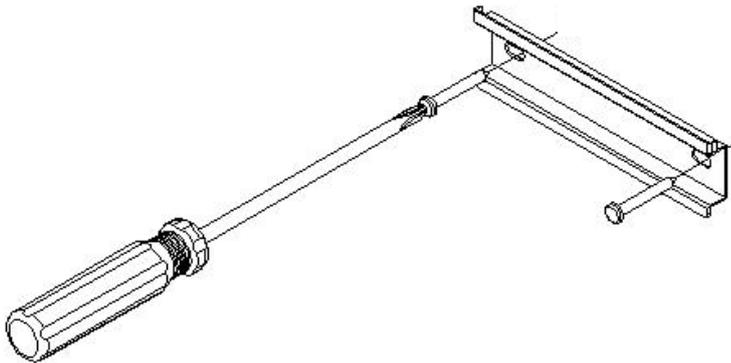

图 3-14 固定电源导轨
(1) 首先在选定的箱柜上打孔，再将电源导轨安装在支撑面上并固定，如图 3-14；